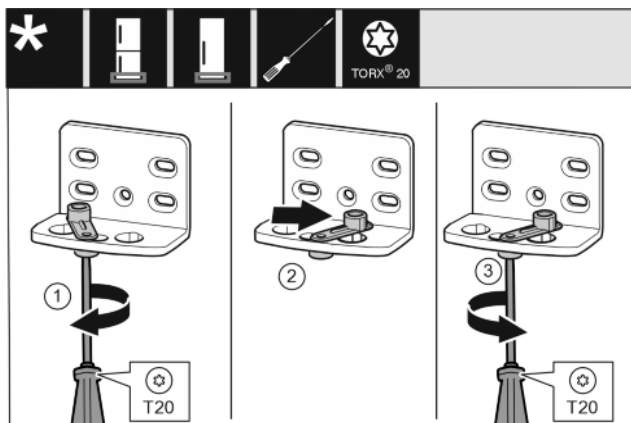

Fig. 14
- ▶ Открутите винт отверткой T20. Fig. 14 (1)
- ▶ Приподнимите фиксатор двери и поверните в отверстие на 90° направо. Fig. 14 (2)
- ▶ Затяните винт отверткой T20. Fig. 14 (3)